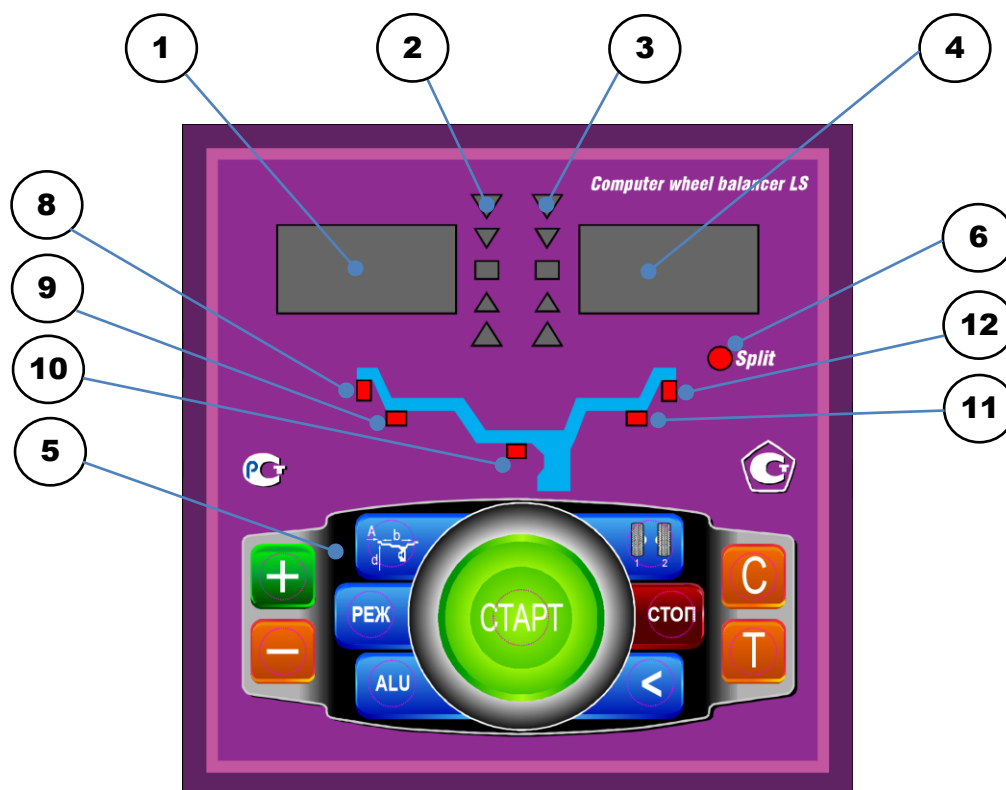

рис.8.1.
8.1. Общий вид лицевой панели показан на рис. 8.1.
При выдвигении штанги на индикаторах 1 (рис. 8.1) отображается значение параметра "А". Значение параметра "d" отображается на индикаторах 4.
Для ввода ширины нажмите кнопку "+" или "-" на индикаторах 1 (рис. 8.1) высветится "-b-", а на индикаторах 4 значение ширины диска. Через 2-3 сек после установки ширины индикаторы в режим отображения текущего дисбаланса.
Дважды нажать кнопку "A, d, b", после чего на индикаторах 1 (рис. 8.1) загорается символ "А", а на индикаторах 4 исходная величина дистанции. Нажимая кнопки "-" и "+" установить на индикаторах 4 требуемую величину дистанции. Через 2-3 сек после установки дистанции показания на индикаторах 1 и 4 возвращаются к отображению текущего дисбаланса, а кнопки "-" и "+" возвращаются в режим ввода ширины обода.
11.1. Переключение схем ALU1-ALU5 осуществляется последовательным нажатием кнопки "ALU" при этом схема установки грузов отображается загоранием соответствующих светодиодов 8-12 (рис.8.1), кроме того, на индикаторах 1 отображаются символы ALU, а на индикаторах 4 номер 1-5. Через 2-3 сек. после установки требуемой программы ALU индикаторы 1-4 переходят в режим отображения дисбаланса.
12.3. Для входа в программу Split нажмите кнопку РЕЖ, после чего загорается светодиод 6 (рис.8.1) и на индикаторах 1 загораются символы "SPn", означающие, что необходимо ввести число спиц обода колеса, подлежащего балансировке. При этом на индикаторах 4 загорается цифра 5. Если число спиц колеса отличается от 5, кнопками "-" и "+" установить на индикаторах 4 фактическое число спиц колеса.
12.4. Запустите СБ. После остановки вала установите любую спицу обода колеса вертикально вверх (на 12 часов) и нажмите кнопку С. После чего, на индикаторе 1 и линейке 2 (рис.8.1) будут указаны величина и место установки корректирующего груза на внутренней плоскости.
Эта функция обеспечивается тем, что каждый раз при вводе новых геометрических параметров и установке требуемой программы ALU, предыдущее состояние запоминается. Для перехода от одного набора параметров к другому необходимо нажать кнопку "1-2". Визуальный контроль того, какие параметры установлены в данный момент, осуществляется нажатием "A,d,b" на индикаторах 4 (рис.8.1) будут последовательно отображены, установленные в данный момент диаметр и ширина обода и дистанция.
14.1. При включении тумблера питания СБ на индикаторах 1 (рис. 8.1) высвечивается трёхзначное число -номер версии программного обеспечения. Через 2-3 сек на индикаторах 1 и 4 должны загореться нули, кроме того должны загореться светодиоды 8 и 12, что свидетельствует о включении режима стандартной балансировки с установкой на обеих плоскостях коррекции грузиков на пружинках. На линейках 2 и 3 (рис. 8.1) должны загореться центральные светодиоды.
14.2. При включении СБ программа измерения дисбаланса настраивается таким образом, что дисбаланс менее 8 г (заводская установка) на любой плоскости коррекции не показывается, в этом случае на индикаторах 1 и 4 (рис. 8.1) высвечиваются "0". Минимальный дисбаланс отображающийся на индикаторах 1 и 4 равен 8г. Дисбаланс, превышающий 8г, округляется до величины кратной 5, т. е. дисбаланс 9, 10, 11 и 12 г отображается цифрой 10, дисбаланс 13, 14, 15, 16 и 17 г - цифрой 15 и т. д. Для просмотра
14.5.1. Поднимите защитный кожух. Вручную поворачивайте колесо, при этом свечение светодиодов на линейках 2 и 3 (рис. 8.1.) будет перемещаться, и в какой-то момент на одной из линеек загорятся все светодиоды и цвет их свечения сменится на зелёный.